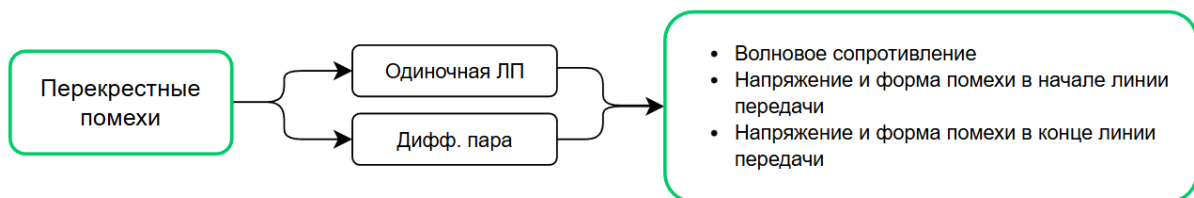

Рис. 97 Расчет «Перекрестные помехи»
3. Расчет «Перекрестные помехи» доступен для одиночных линий передачи и дифференциальных пар и позволяет рассчитать уровень перекрестных помех (напряжение) в начале и конце линий передачи и наглядно представить в графическом виде форму помехи, см. Рис. 97.